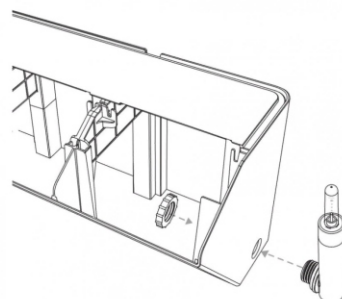

Рис. 7.2
- Вставьте индикатор уровня воды в подготовленное отверстие на правой или левой стенке модуля (убедившись, что резиновый уплотнитель находится снаружи) и зафиксируйте его пластиковой гайкой изнутри (рис. 7.2). убедитесь в том, что поплавковый элемент находится внутри индикатора.